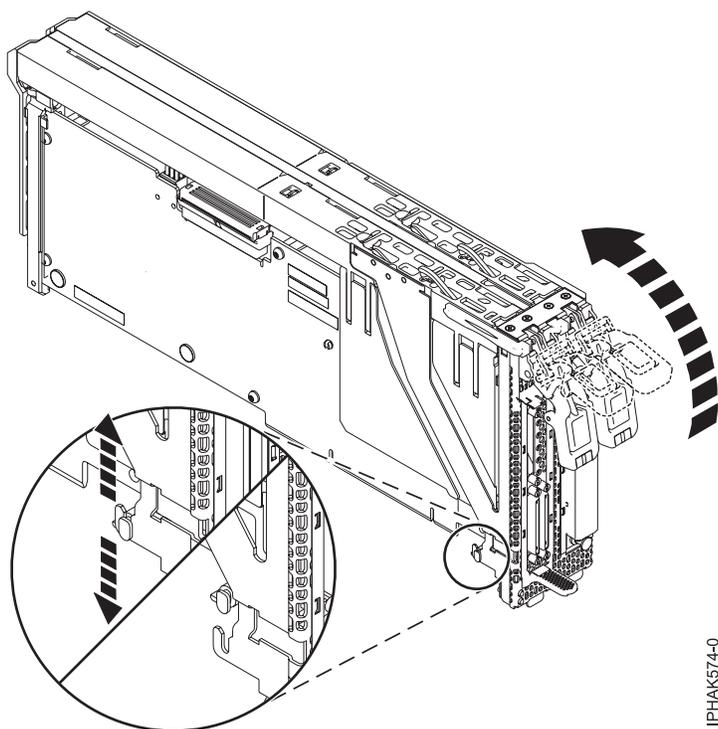

Figure 67. Dépose du cache
- Vérifiez que les bras de verrouillage sont abaissés au début de cette étape. Libérez ensuite le taquet situé en bas du bloc-cassette des encoches du cache et relevez les bras de verrouillage. Voir figure 67, à la page 78